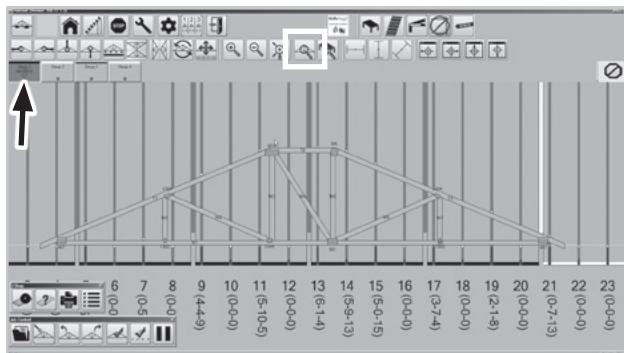

Figure 43
- Aggrandir vers le treillis choisi : choisir un groupe et cliquer sur l'icône (4) pour afficher le treillis dans le groupe choisi (Figure 43).